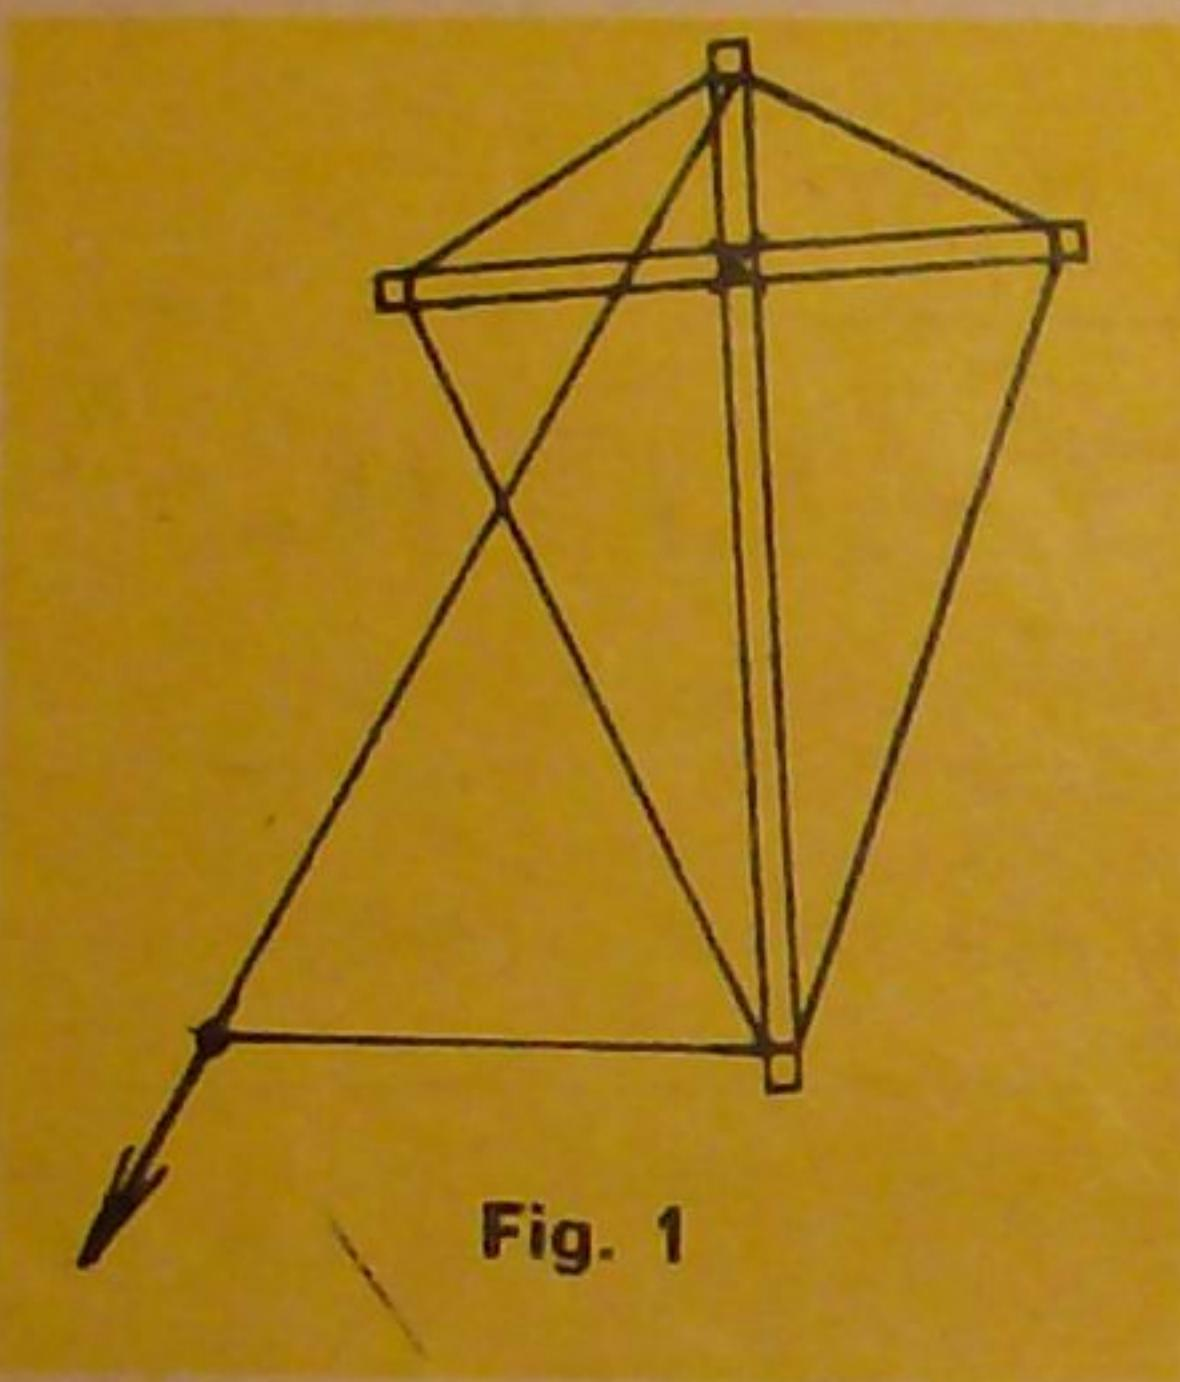

Fig. 1
**Zmeul plat**, de formă rombică (fig. 1), se realizează din 2 bucăți de lemn, una de 75 cm lungime și cealaltă de 50 cm lungime. Cele două stinghii se leagă în cruce la cca 25 cm de la unul din capetele celei de 75 cm. La marginile stinghiilor se execută cîte un șant pentru a prinde un șnur. Zmeul se acoperă cu hîrtie de ambalat sau pergam ent și se colorează. În final î se adaugă coada. De stinghia lungă se prinde la ambele capete cîte un șnur de 125 cm de care se leagă șnurul lung cu care se înalță zmeul.